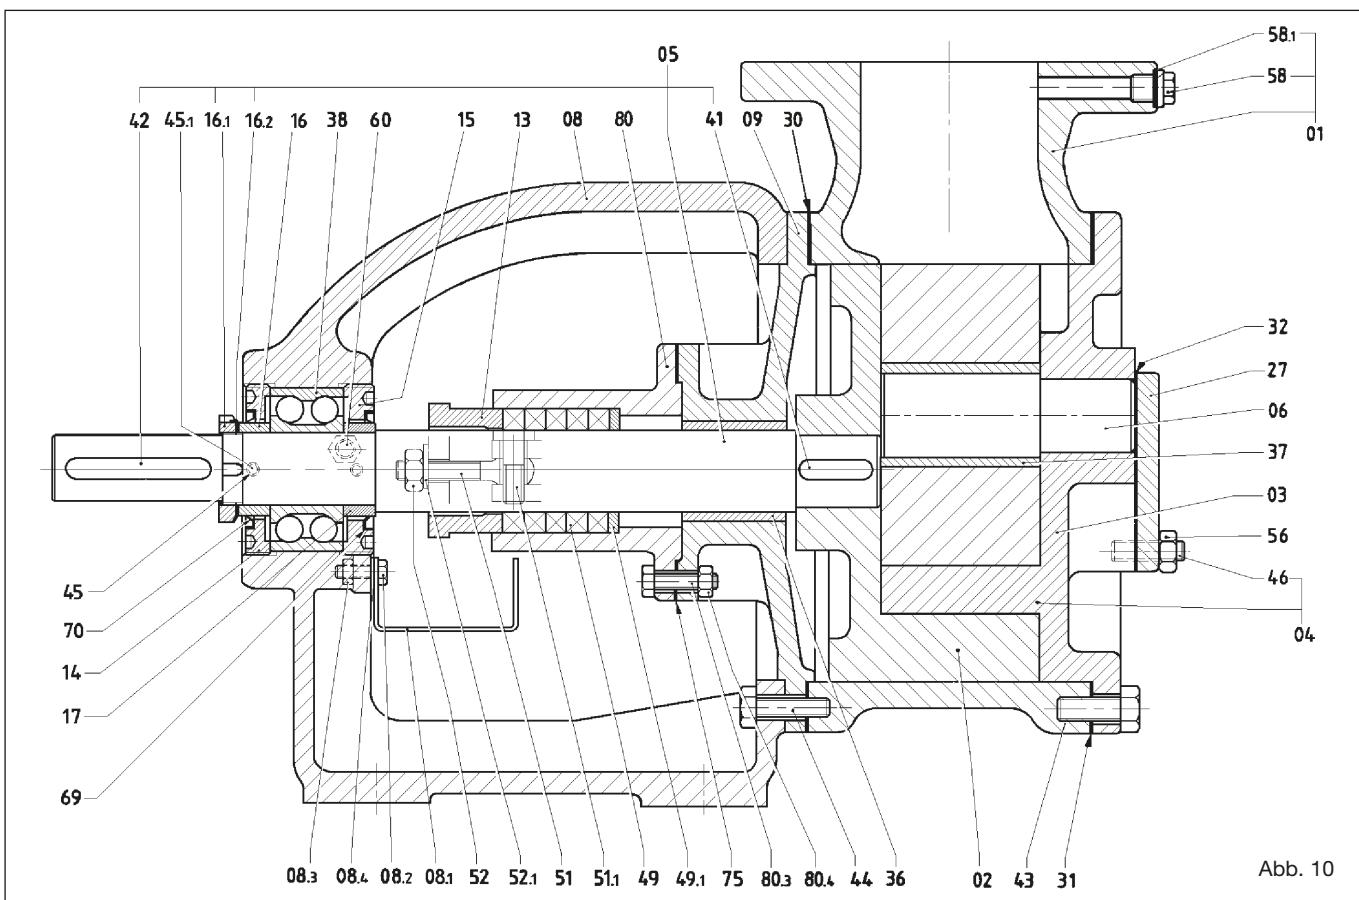

Abb. 10
#### 11.1 Entfernung des Abdeckung (04) (Abb. 10)
- Die Schrauben (43) lösen. Wo vorhanden die beiden Gewindebohrungen benutzen, um das Abziehen zu vereinfachen.
- Bei der Entfernung der Abdeckung Beschädigungen der Dichtung (31) vermeiden. Andernfalls muss sie ersetzt werden. keine beschädigten Dichtungen oder Dichtungen mit einer Stärke verwenden, die sie von der Originaldichtung unterscheidet.
#### 11.2 Entfernung des Losrads (03) (Abb. 10)
- Das Rad vom Bolzen (06) abziehen; in der zentralen Bohrung ist ein Bronzelager (37) vorhanden. Einige Versionen weisen dieses Bronzelager nicht auf und dann hat der Bolzen einen größeren Durchmesser.
#### 11.3 Entfernung des Bolzens (06) (Abb. 10)
#### 11.4 Entfernung des Körpers (01) (Abb. 10)
- Die Schrauben (44) entfernen.
- Den Körper von der Baugruppe Flansch-Halterung (09) trennen und dabei darauf achten, dass die Dichtung (30) nicht beschädigt wird; anderenfalls muss sie ersetzt werden.
#### 11.5 Entfernung der Kugellager (38) (Abb. 10)
### 11.12 Entfernung des Bronzelagers (Abb. 10)
### 12.1 Montage Kugellager (38) (Abb. 10)
### 12.2 Montage Lagerbuchsenhalterung (36) (Abb. 10)